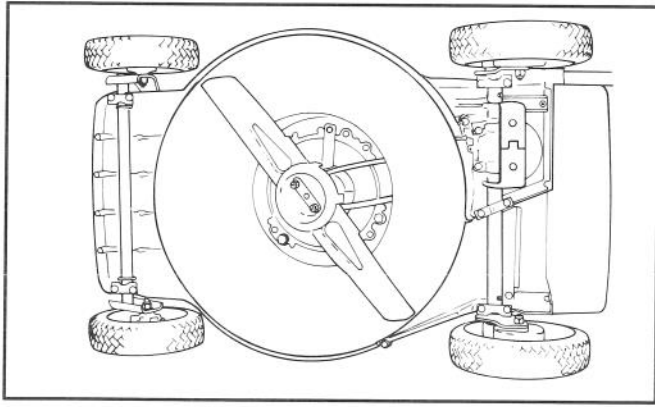

Abbildung 29
2. Den Mäher auf die rechte Seite kippen (Abb. 29). Drehen des Mähmessers vermeiden, da das zu Startproblemen führen könnte.